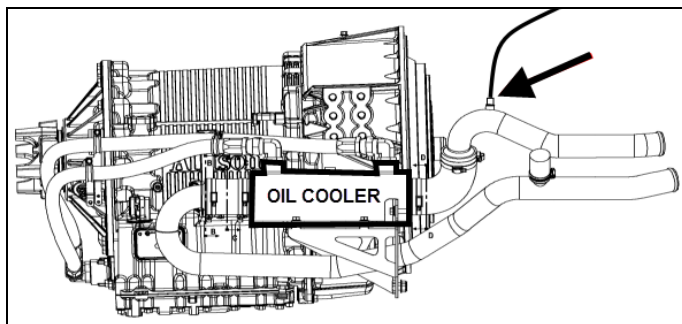

FIGURE 5: LIGNE D'ÉVENT PRÈS DU REFROIDISSEUR D'HUILE À TRANSMISSION
4. Déconnecter la ligne d'évent près du refroidisseur d'huile à transmission (voir la FIGURE 5). Jeter la ligne d'évent. Appliquer le produit « **Loctite 567 thread sealant** » sur les filets du bouchon ¼ hex 6-pan creux #501800 pour assurer l'étanchéité puis visser le bouchon sur le raccord du tuyau du refroidisseur d'huile à transmission.